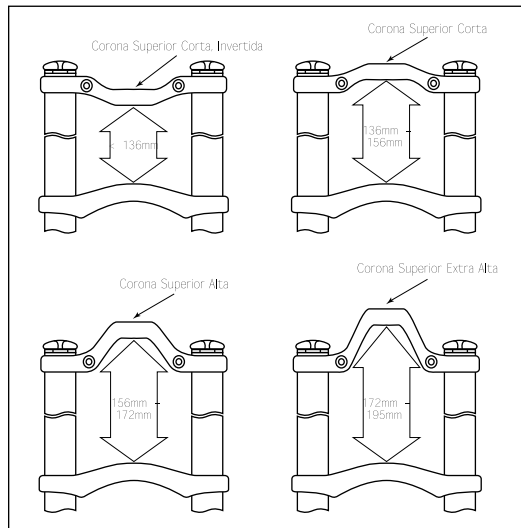

Fig. 2
3. Quizás necesite recortar el tubo de dirección para que tenga una longitud adecuada. Para recortar el tubo de dirección, deberá retirar los tubos superiores. Si no lo hace, los tubos superiores estorbarán al recortar el tubo de dirección a la longitud adecuada. La longitud del tubo de dirección viene determinada por las siguientes partes: Longitud de anclaje en el tubo de dirección de la corona superior XL, longitud de anclaje del tubo de dirección en la potencia, y altura del conjunto de dirección superior e inferior (ver Fig. 2). Para facilitar el montaje, no instale la corona superior XL en los tubos superiores sin antes recortar el tubo de dirección a la longitud adecuada y apriete la corona inferior en la posición requerida. **SUGERENCIA: MIDA DOS VECES Y CORTE DE UNA SOLA VEZ.**